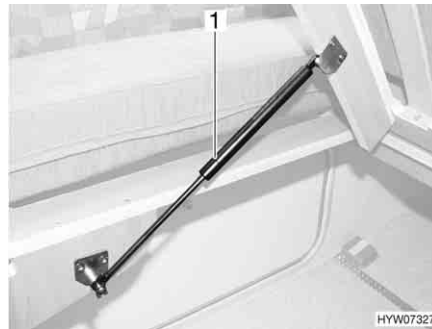

Fig. 109 Cama fija
- Levantar el somier. Los resortes por presión de gas (Fig. 109,1) retienen el somier en la posición abierta.